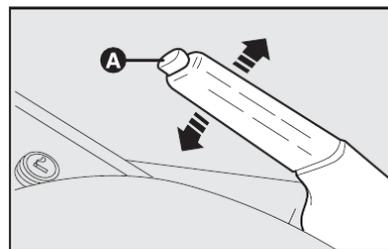

fig. 1
## FREIO DE MÃO - fig. 1
- 1) Levantar levemente a alavanca e apertar o botão de desengate A-fig. 1.
- 2) Manter apertado o botão e abaixar a alavanca. A luz-espia (B) apaga-se.